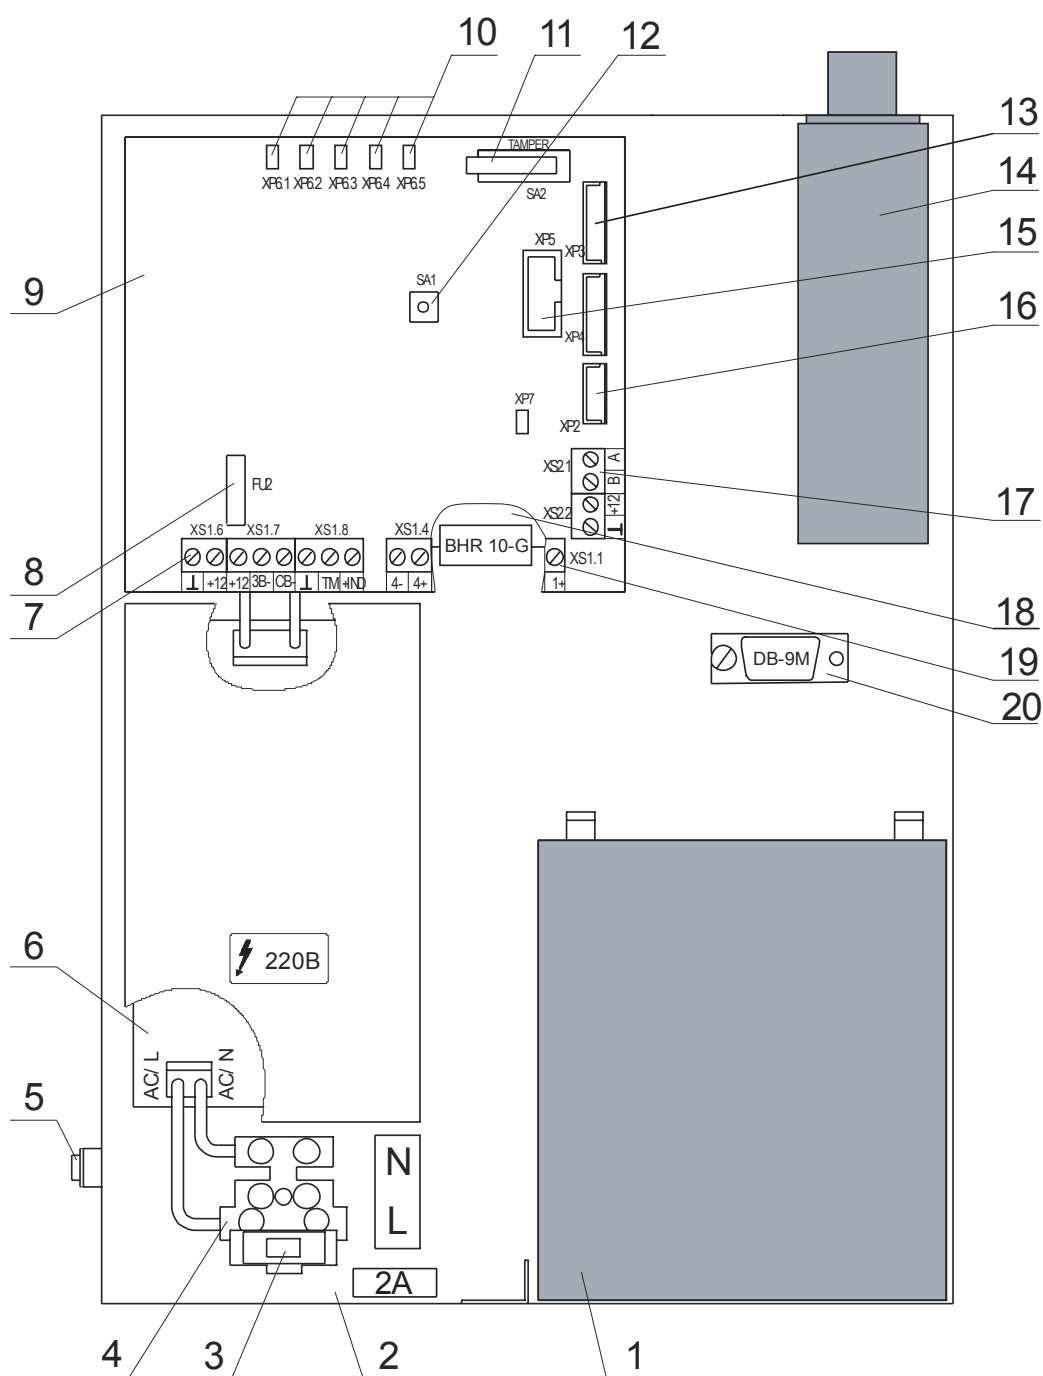

Рисунок 2 - Размещение узлов в кожухе прибора «Радиус-4/Астра»
1.4.1.2 В кожухе прибора смонтированы (рисунок 2): два печатных узла, устройство передачи извещений (радиопередатчик и/или модем), импульсный источник питания.